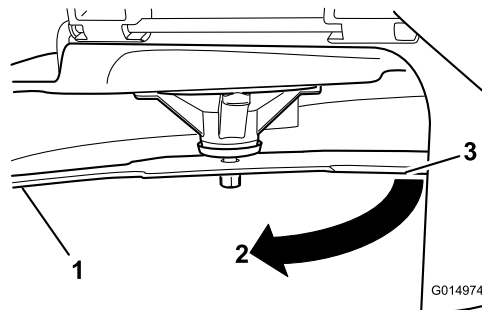

Figura 68
4. Ruotate la stessa lama di 180 gradi in modo che il tagliente opposto si trovi ora nella stessa posizione (Figura 68).